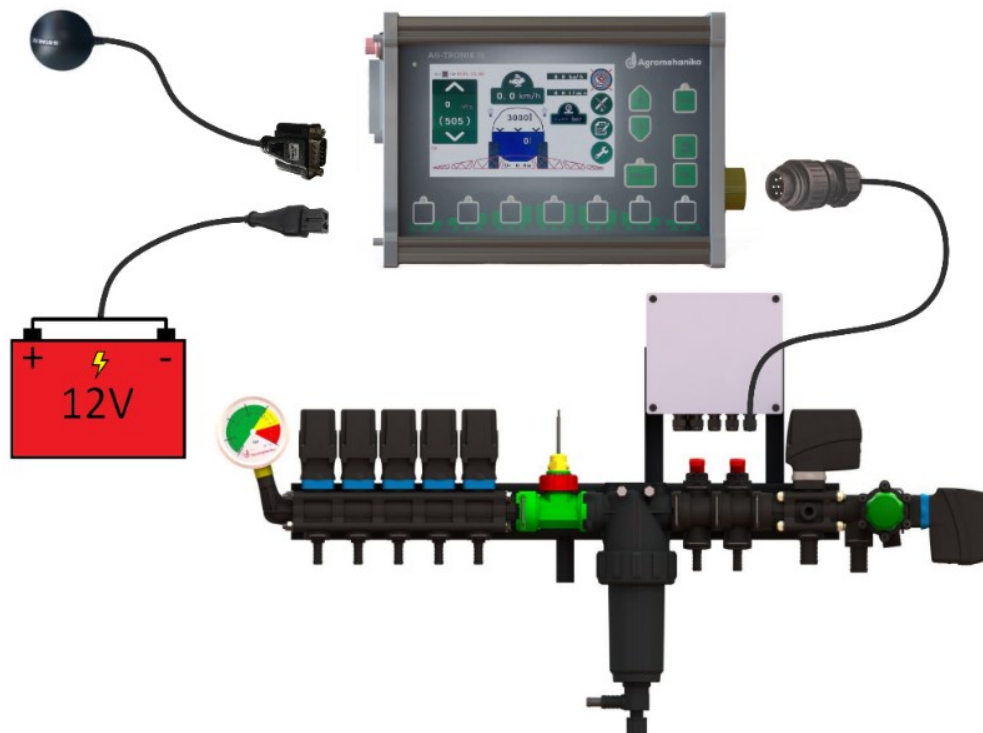

Bild 4
- Die Antenne in den entsprechenden Eingang von AG-TRONIK stecken (Bild 4).
- Die Versorgung in den entsprechenden Eingang von AG-TRONIK stecken (Bild 4).
- Den Regler in den entsprechenden Eingang von AG-TRONIK stecken (Bild 4).